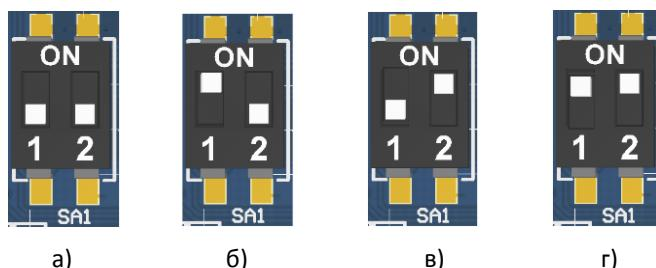

Рисунок 24. Переключатель SA1:
- Переставить тумблер **2** переключателя **SA1** в положение **ON** (смотрите рисунок 24 пункт **в**), включить ККТ. При этом будет воспроизведен характерный звуковой сигнал (короткая мелодия).
6. Переставить тумблер **1** переключателя **SA1** в положение **BOOT** (смотрите рисунок 24).
2. Установить на плате блока управления AL.P051.41.000 тумблер **1** переключателя **SA1** в положение **BOOT (ON)** (подробнее смотрите рисунок 24). Изделие произведет
3. Включить изделие. Переставить тумблер **1** переключателя **SA1** блока управления в положение **BOOT (ON)** (подробнее смотрите рисунок 24).